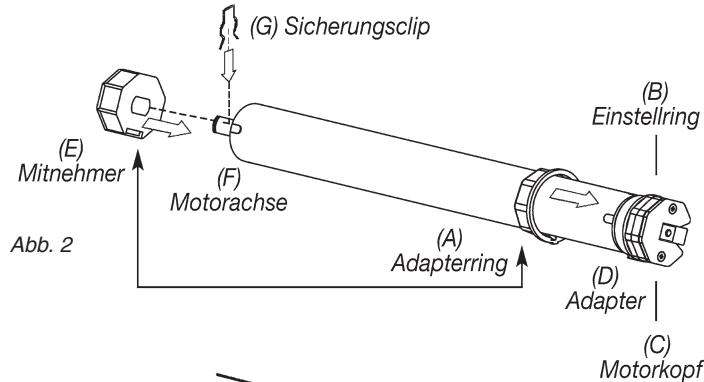
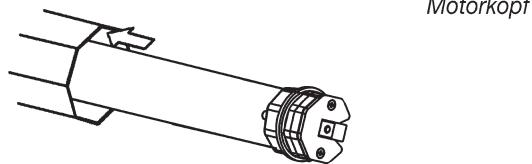

Abb. 2
Abb. 3
5. Schieben Sie den Adapterrинг (A) über den Einstellring (B) am Motorkopf (C). Achten Sie dabei auf die richtige Lage der Nut im Adapter (D). (Siehe Abb. 2)
6. Stecken Sie den Mitnehmer (E) auf die Motorachse (F) und sichern diesen mit dem Sicherungsclip (G) der dem „Mounting-kit“ beigegeben ist.
7. Schieben Sie den Motor vorsichtig und vollständig in die Welle (Abb. 3), bis dieser komplett mit dem Adapterrинг in der Welle eingeschoben ist. Auch wenn die Montage des Motors in die Welle nicht leichtgängig sein sollte, darf keine äußere Gewalt auf den Motor ausgeübt werden.